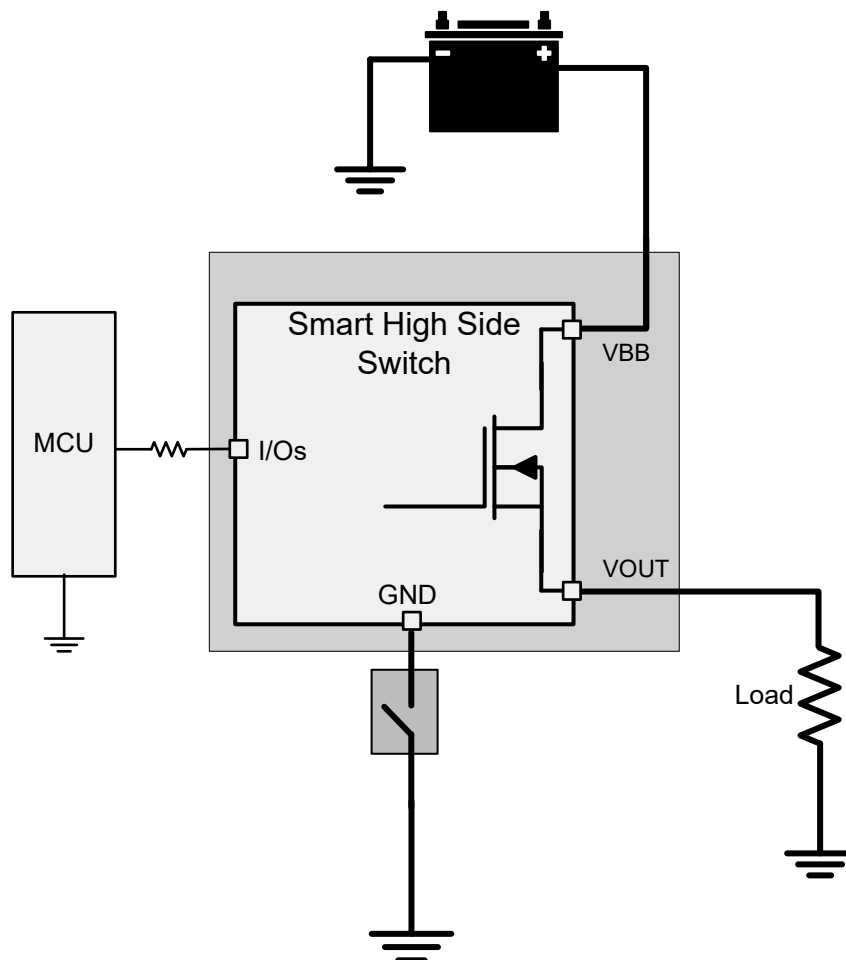

图 7-15. 器件接地失效
**情形 1 ( 器件接地失效 )**：当散热焊盘 ( 接片 )、 $I_{C\_GND}$  接地和电流限制接地是一条连接到系统接地的布线时，接地失效保护将被激活，如 图 7-15 所示。